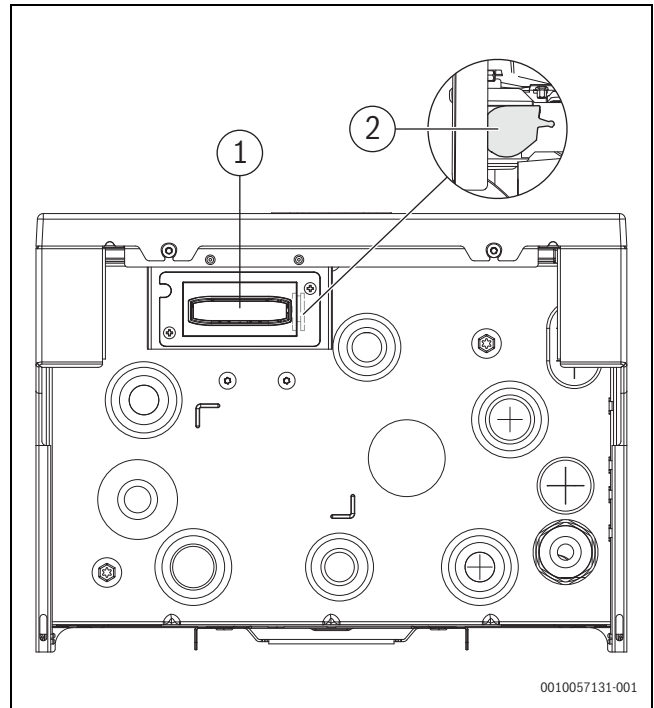

Bild 14 Funkmodul platzieren
1. Hebel ausklappen (→ [2], Abb. 14).
2. Modul in den Halter einsetzen (→ [1], Abbildung 14).